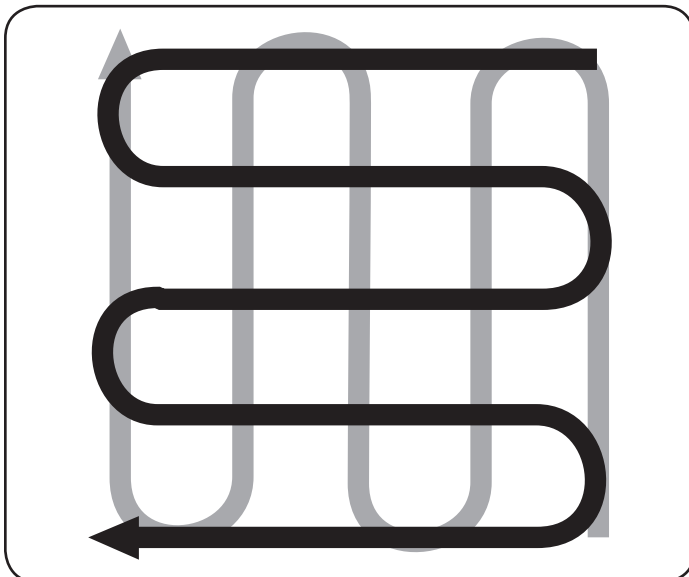

Figura 19
- Cuando termine en una dirección, realice una segunda pasada en ángulo recto, vea la Figura 19. Traslape cada pasada para obtener el mejor resultado (en terreno muy duro, puede ser necesario realizar tres o cuatro pasadas para pulverizar el suelo a fondo).